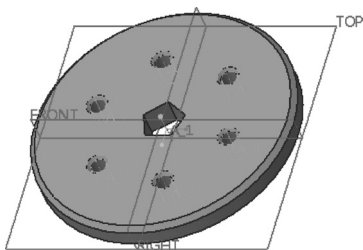

图 5-95 创建轴阵列
5) 单击  (完成) 按钮, 创建的轴阵列如图 5-95 所示。